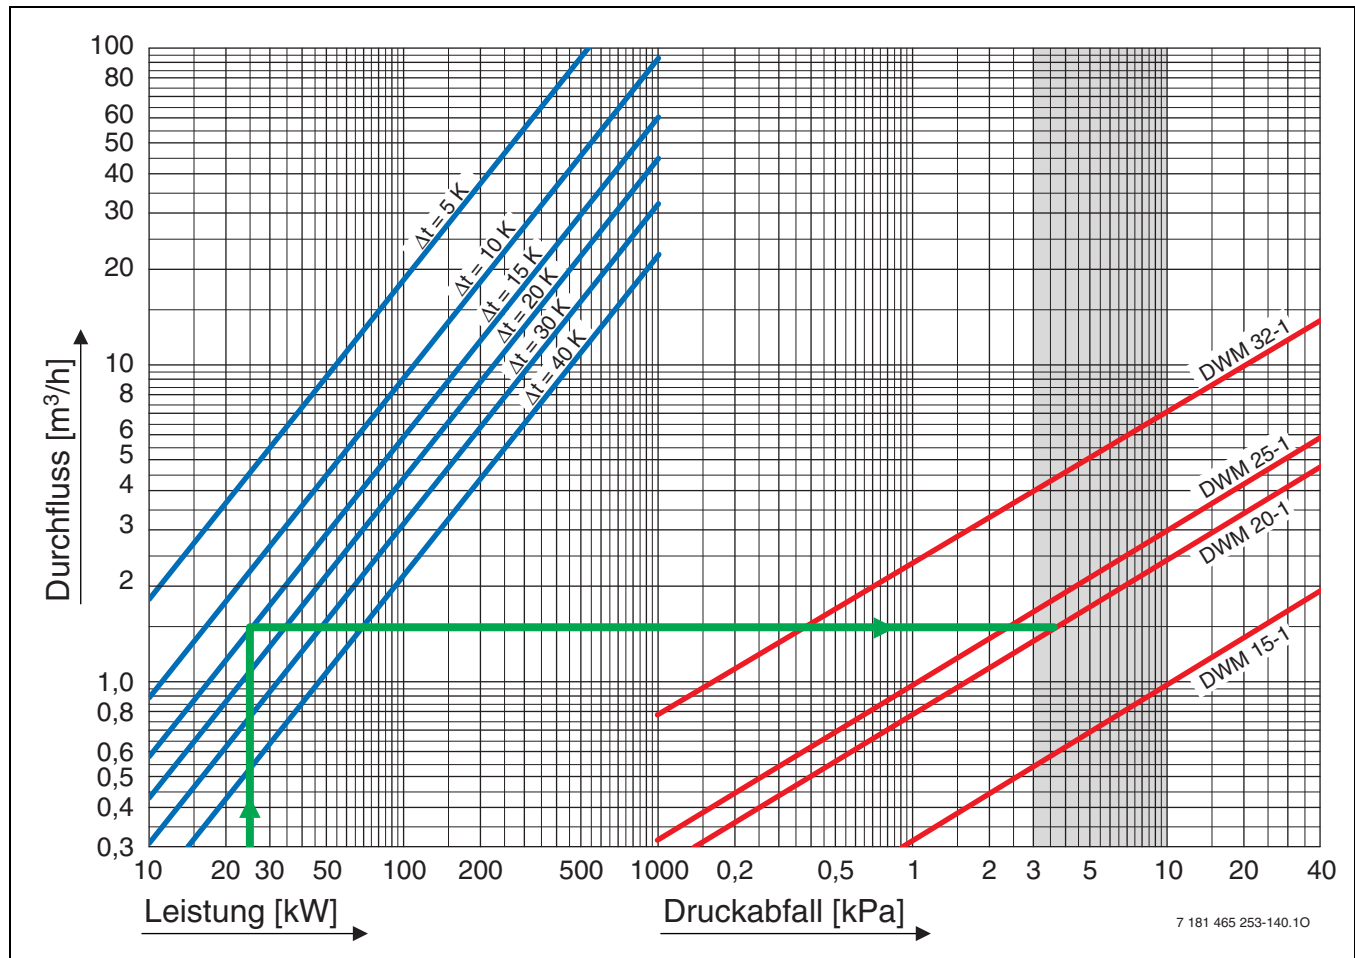

Bild 110
Um eine gute Reglercharakteristik zu erreichen, sollte der Druckabfall im Mischer etwa gleich dem Druckabfall des sog. „mengenvariablen“ Teils des Rohrnetzes sein, also ebenfalls ca. 3,0 ... 10,0 kPa. Dieser Zusammenhang liegt dem Dimensionierungsdiagramm (Bild 110) zugrunde.
- ▶ In der linken Hälfte von Bild 110 den Schnittpunkt von der Leistungslinie und der Temperaturdifferenzlinie suchen.
- ▶ In der linken Hälfte von Bild 110 den Schnittpunkt von der Leistungslinie und der Temperaturdifferenzlinie suchen. Dieser liegt bei dem Durchfluss von ca. $1,5 \text{ m}^3/\text{h}$.